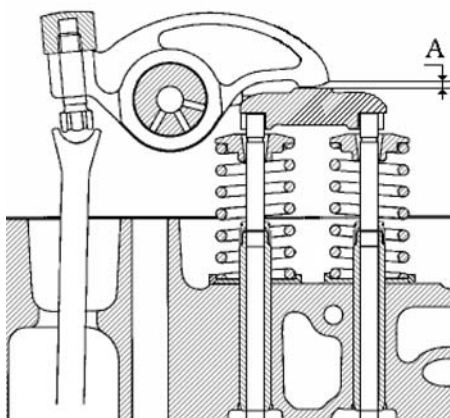

Рис. 19. Регулировка зазоров в клапанном механизме на двигателе без моторного тормоза
Величина зазора А (см. рис. 19) должна быть: на впуске $0,40 \pm 0,05$ мм, на выпуске $0,70 \pm 0,05$ мм.
1. Проверить правильность положения траверсы относительно пары одноименных клапанов. Наличие зазора между траверсой и торцом одного из клапанов не допускается (рис. 19а).
Рис. 19а. Регулировка зазоров в клапанном механизме на двигателе с моторным тормозом: